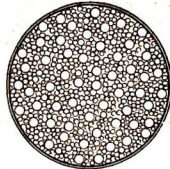

Abb. 38.
1. In einem Tropfen Milch erkennt man unter dem Mikroskop zahllose Fetttröpfchen (Abb. 38). Beim Stehen der Milch sammelt sich das Fett in der Rahmschicht über der Milch an.